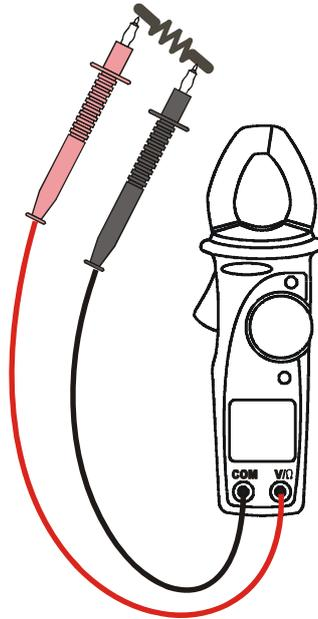

Abb. 7: Die Anwendung der Zange für Widerstandsmessung.
2. Verbinden Sie die Meßleitungen mit den Eingangsbuchsen, der rote Stecker mit der V / Ω Buchse, und den schwarzen Stecker mit der COM Buchse. (s. Abb. 7).